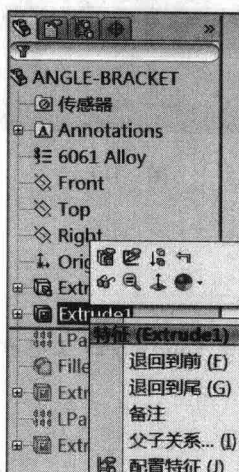

图 1-3
- ① 单击特征设计树中的【退回棒】。
- ② 选择特征对话框中的【退回到前】命令（图 1-3）。